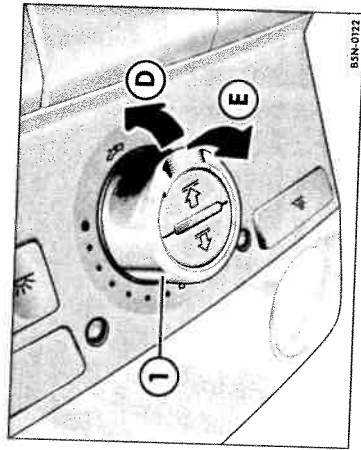

Fig. 35 Plafonul: Ridicarea plafonului panoramic.
- Apăsați comutatorul ⇒ fig. 35 ① scurt (săgeata D) în spate, pentru a ridica plafonul complet. Pentru reglarea manuală a unei poziții intermediare, apăsați comutatorul ① mai mult, până la atingerea poziției dorite.